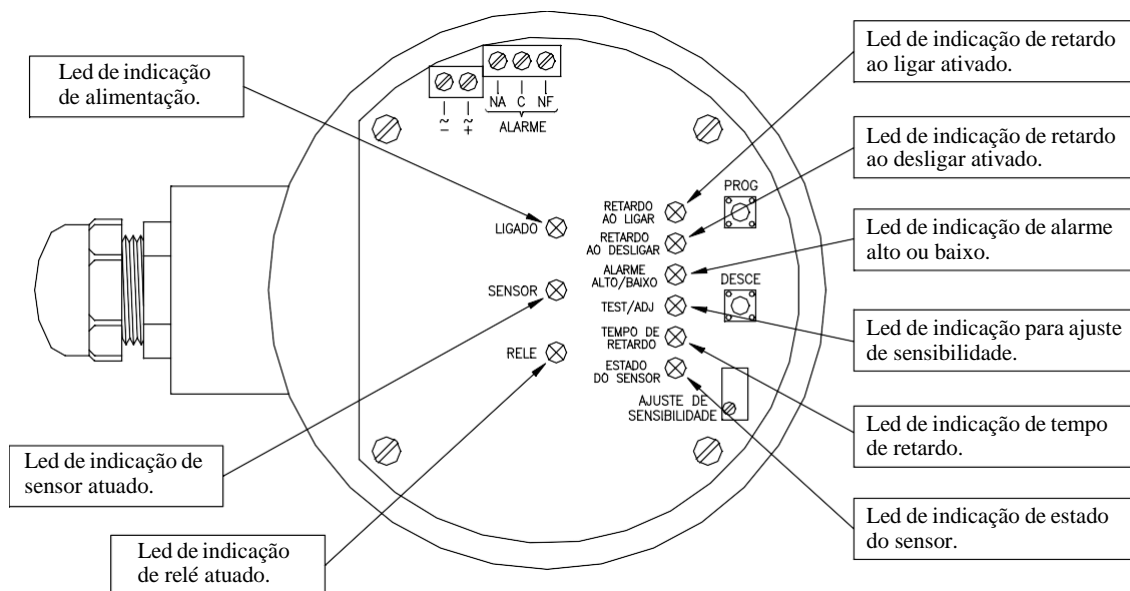

Figura 2
- Tempo de retardo (**figura 2**)